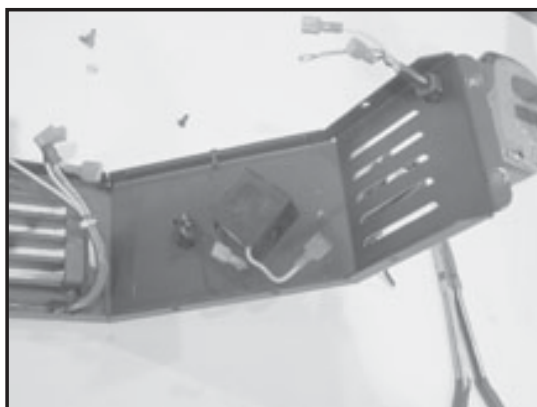

Figure 19.2
3. Déconnectez les fils de l'interrupteur, du rhéostat et du cordon d'alimentation. **Figure 19.2.**